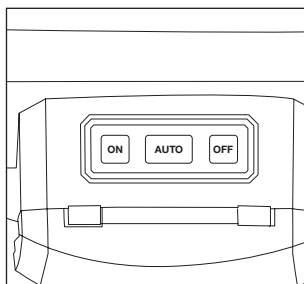
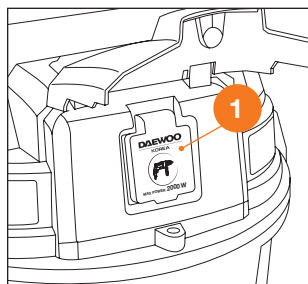

Рис. 6
Рис. 7
- клавиша «AUTO» - работа с электроинструментом (Рис. 6).
При использовании пылесоса совместно с электроинструментом, для удаления пыли и стружки, подключите электроинструмент в розетку ❶ (Рис. 7), нажмите клавишу «AUTO» (Рис. 6). Пылесос начнет работать через несколько секунд после запуска электроинструмента и отключится через несколько секунд после остановки электроинструмента.